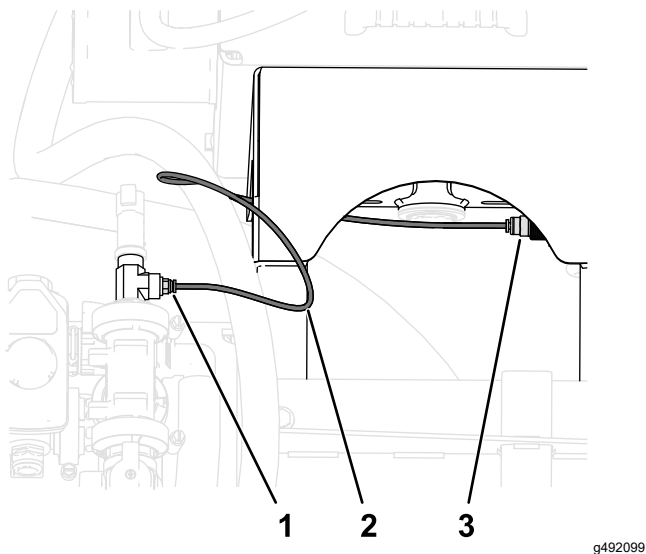

Figura 49
3. Encaixe o tubo transdutor de pressão no acoplador do indicador de pressão (Figura 49).